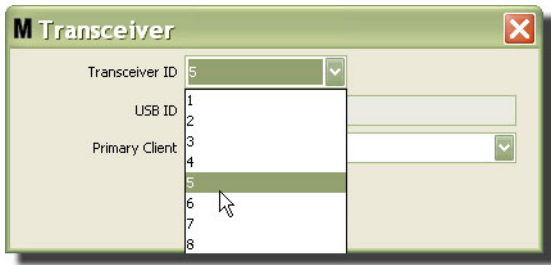

FIG. 89
4. Para modificar la ID de transceptor, haga clic en la flecha para visualizar el menú desplegable. Del menú desplegable, seleccione un número de ID de transceptor que no esté utilizando ningún transceptor del sistema esté utilizando (Fig. 89). Haga clic en Aceptar para cerrar la pantalla y guardar los cambios.